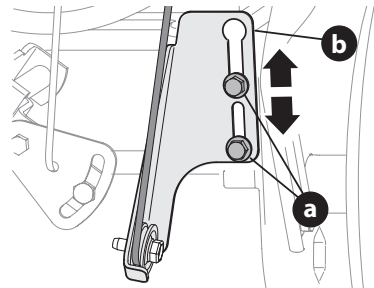

Figure 51
2. Desserrez les deux boulons (a) sur le support du câble de la commande d'entraînement (b). Voir (Figure 51).